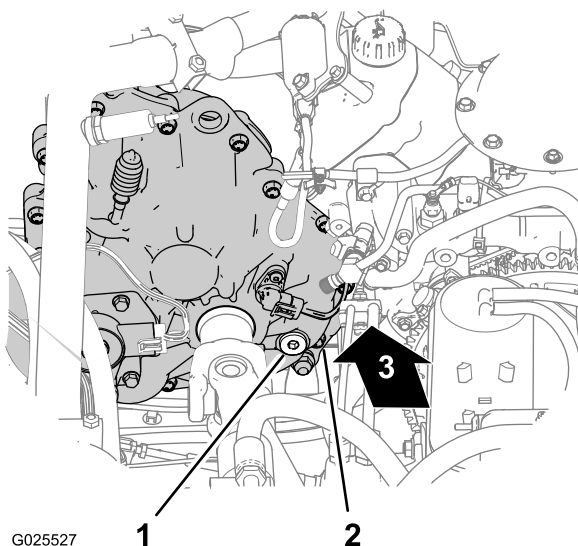
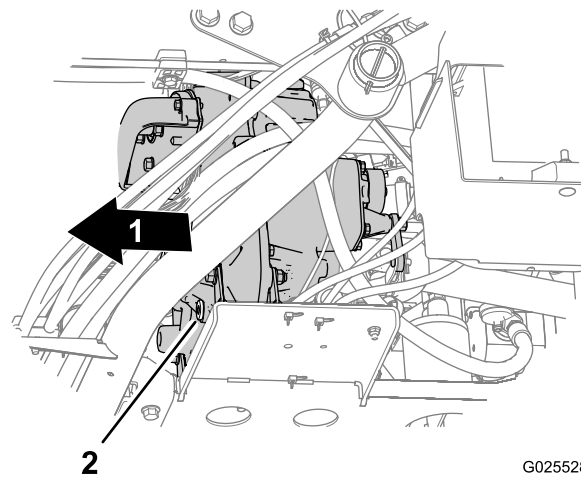

Figura 58
Figura 59
- Posizionate il tappo di riempimento nell'area interna posteriore della scatola della trasmissione e il tappo di spurgo sul lato esterno anteriore della trasmissione (Figura 58 e Figura 59).
- Rimuovete il tappo di riempimento dal relativo foro ruotandolo in senso antiorario, quindi estraetelo dalla trasmissione (Figura 58).
- Allineate una bacinella di spurgo sotto il tappo di spurgo (Figura 59).
- Rimuovete il tappo di spurgo dal relativo foro ruotandolo in senso antiorario, quindi estraetelo dalla trasmissione (Figura 59).
- Montate il tappo di spurgo (Figura 59).
- Aggiungete 700 ml di fluido della trasmissione Dexron VI nella trasmissione attraverso il foro di riempimento (Figura 58).
- Montate il tappo di riempimento (Figura 58).